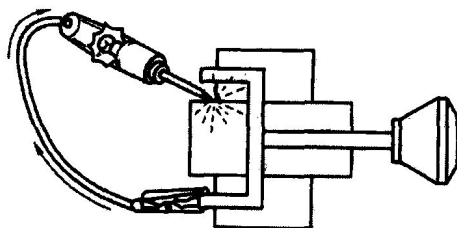

图 1-5 用有源测试灯测导通性
(2) 使用有源测试灯(如 J 21008)检测导通性 有源测试灯由灯泡、电池和两条导线组成, 当两根导线碰在一起时灯泡即亮(见图 1-5)。